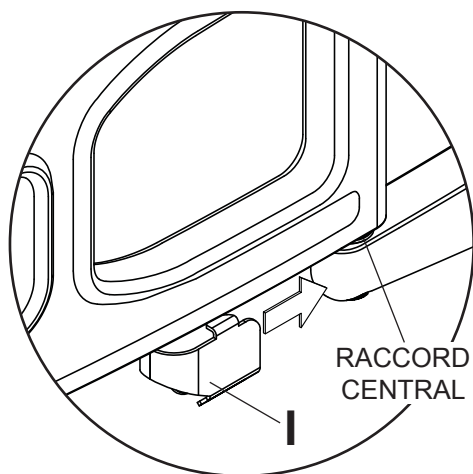

fig. 5.1
- 5 Les câbles peuvent être acheminés à l'aide d'un serre-câble (I).
- Faites glisser le serre-câble (I) sur la partie inférieure du raccord central comme illustré à la figure 5.1 et fixez les câbles au serre-câble à l'aide d'une attache de câble (J) comme illustré à la figure 5.2.
- Fixez les câbles au bas de la plaque murale à l'aide d'une attache de câble (J) comme illustré ci-dessous.